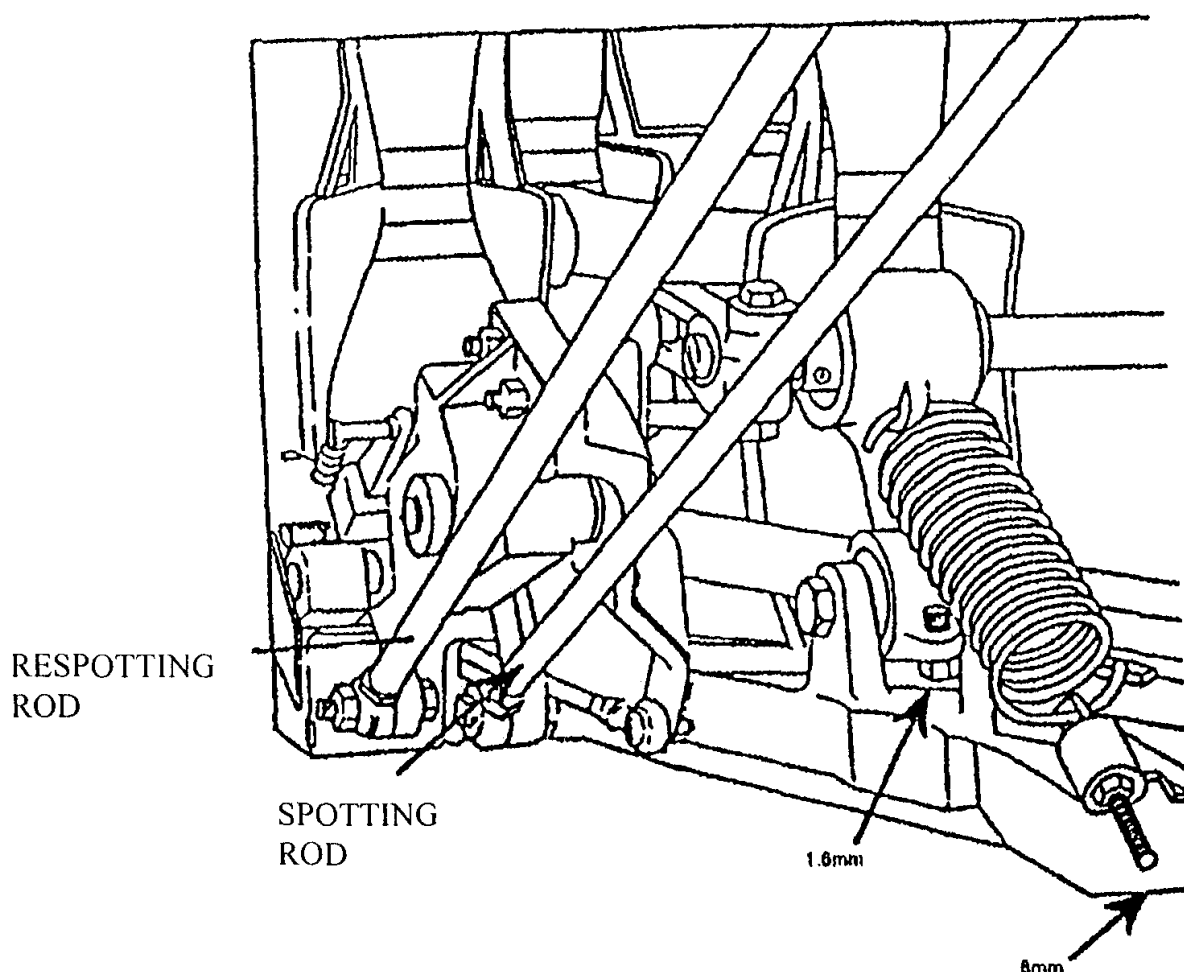

Рисунок 5
1. Переведите стол в позицию зеро. Снимите расставляющий шток (см. рис. 5), затем передвиньте стол в самое нижнее положение.
1. Проверните стол в положение zero (наивысшая точка), затем отсоедините расставляющий шток от расставляющего звена (рис. 5 и 11).